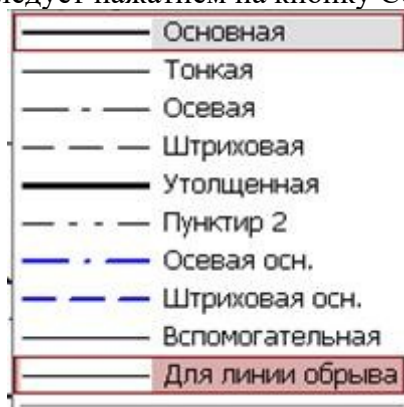

Рис.6 Выбор стиля линии для обрыва
6. При построении фронтального разреза совместим часть вида и часть разреза, т.к. это симметричные фигуры. На линию разделяющую вид и разрез проецируется наружное ребро призмы, поэтому разграничим вид и разрез сплошной тонкой волнистой линией, проводимой правее оси симметрии, т.к. ребро наружное. Для построения волнистой линии используется кнопка  Кривая Безье, расположенной на панели Геометрия, вычерчиваемая стилем Для линии обрыва (рис.6). Последовательно указывайте точки, через которые должна пройти кривая Безье. Закончить выполнение команды следует нажатием на кнопку Создать объект.